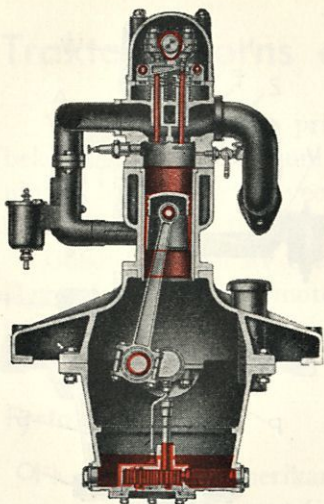
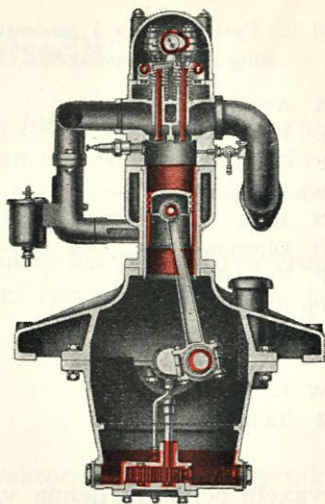
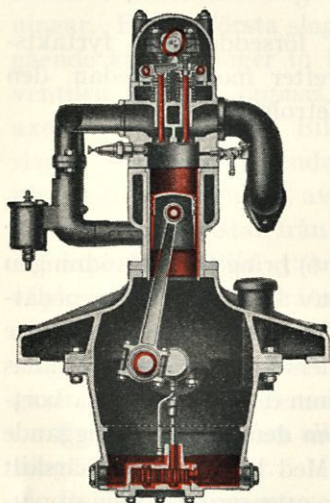

Bild 2. Fyrtaktsmotor i genomskärning (kompressionsslaget).
Bild 3. Fyrtaktsmotor i genomskärning (arbetslaget).
Bild 4. Fyrtaktsmotor i genomskärning (utblåsningsslaget).
Flertalet av de amerikanska traktormotorerna äro fyrtaktsmotorer, d.v.s. vid vart fjärde slag (takt) hos kannan sker en antändning av gasmassan. Bilderna 1—4 visa en fyrtaktsmotor i genomskärning med kannans fyra olika slagställningar. Bild 1: första slaget = insugningsslaget. Den nedåtgående kannan suger in bränsleblandningen genom inloppsventilen E., som öppnas, resp. slutes (styres) genom kamaxelns (W) kam (N). Bild. 2: andra slaget = kompressionslaget. Den uppåtgående kannan sammanpressar gasblandningen till omkring  $1/5$  av cylindervolymen. Båda ventilerna äro stängda. Gnistan från tändstiftet kommer gasblandningen att explodera. Bild. 3: tredje slaget = arbetslaget. Gasens explosionsartade förbränning driver kannan nedåt. Båda ventilerna äro stängda. Bild. 4: fjärde slaget = utblåsningslaget. Den uppåtgående kannan driver ut den förbrända gasen i avgasröret genom den öppnade utloppsventilen A.